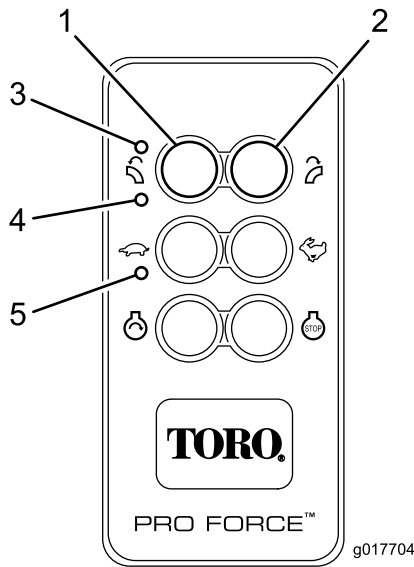

Figura 13
O comando à distância activa (liga) quando é pressionado qualquer botão. Os LEDS TX e RX a piscar indicam que o comando à distância está activo e a comunicar com a unidade base. Para conservar a energia da bateria, o comando à distância permanece activo durante cerca de três (3) segundos antes de automaticamente desligar excepto se existir actividade nos botões dentro desses três segundos. Quando a unidade atinge o tempo limite e desliga, toda a actividade dos LEDS do comando à distância pára (Figura 13). Pressionar qualquer botão vai reactivar o comando à distância